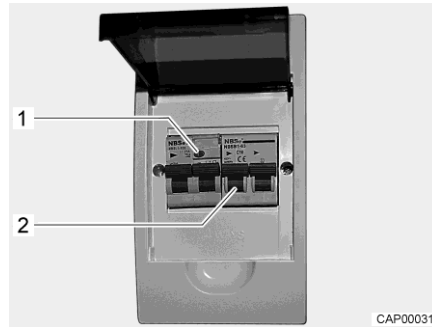

Fig. 102 Scatola dei fusibili a 230 V con interruttore di sicurezza e interruttore automatico FI
Un interruttore di sicurezza per correnti di guasto (interruttore automatico FI) nella scatola dei fusibili protegge l'intero veicolo da correnti di guasto (0,03 A). La rete di bordo a 230 V è protetta da un interruttore di sicurezza collegato in serie (10 A) (Fig. 102,2).
- Se il veicolo è collegato all'alimentazione a 230 V, premere il tasto di controllo (Fig. 102,1). L'interruttore di sicurezza per correnti di guasto deve scattare.